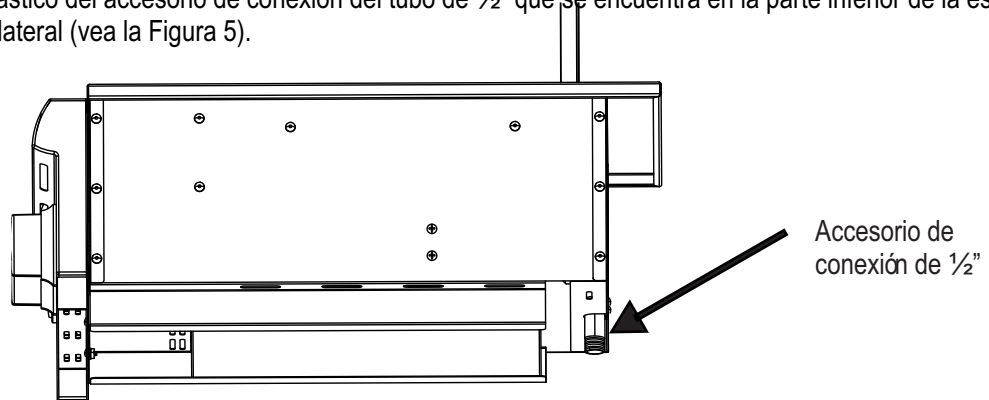

Figura 5
2. Retire el tapón protector de plástico del accesorio de conexión del tubo de $\frac{1}{2}$ " que se encuentra en la parte inferior de la esquina posterior derecha del quemador lateral (vea la Figura 5).